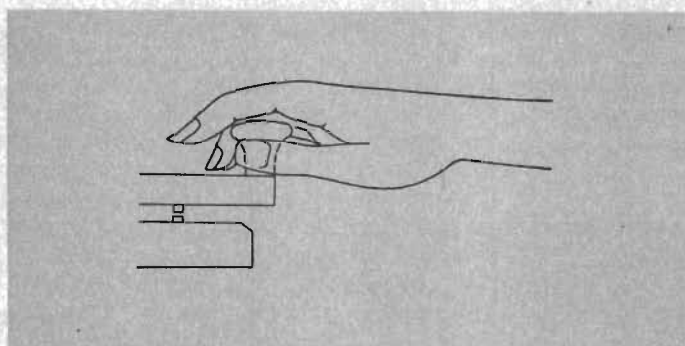

Fig 4
- 1) Fatta nyckeln med tummen, pekfingeret och långfingeret. Se fig. 4.